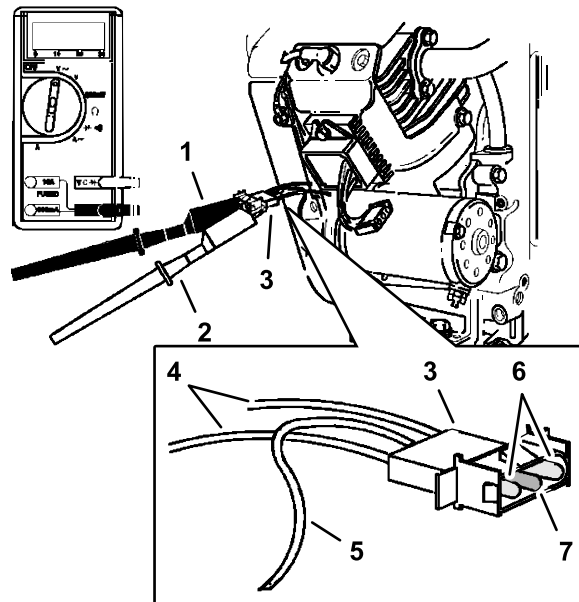

Figure 106
5. Reliez les fiches des fils d'essai rouge et noir aux 2 bornes de sortie CA (fils jaunes) du connecteur, comme montré à la Figure 106.
6. Reliez la fiche du fil d'essai rouge à la borne de sortie CC rouge du connecteur (Figure 106).